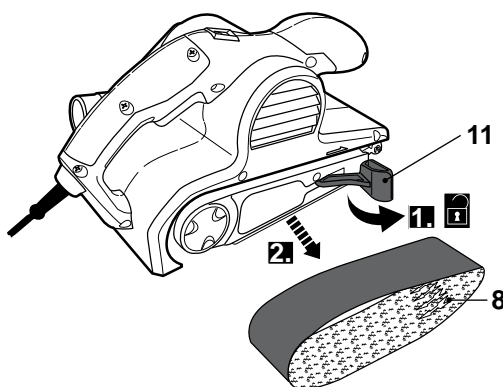

Fig. 6
- > Tirez le levier de verrouillage [11] vers l'extérieur et retirez la bande abrasive [8] (Fig. 6).